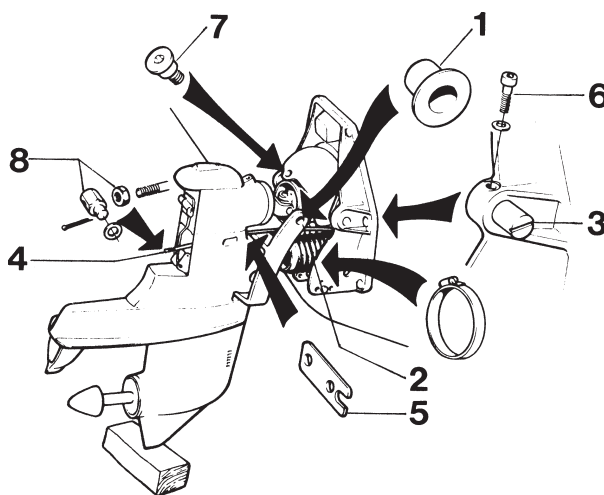
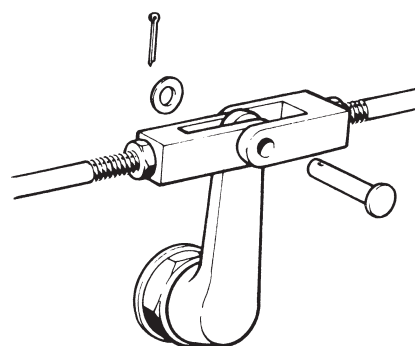

Fig. 54. Montering av utombordsdrev
Fig. 58. Anslutning av manöverkablarna
1. Montera de kombinerade plastbussningarna och slitbrickorna (1) i upphängningsgaffeln (2), se fig. 54. Doppa axeltapparna (3) i molykote eller olja samt tryck in dem en bit i skölden.
9. Fäll ner styrkåpan i styrgaffeln och drag fast den med centrumskruven till övre växelhushet. Se 7 fig. 54. Åtdragningsmoment 70–80 Nm (7–8 kpm).
11. För att få en uppfattning om eventuellt spel i kabeln skall denna först tryckas in och sedan dragas tillbaka i höljet. Tryck sedan tillbaka kabeln så mycket som motsvarar hälften av spelet. Skruva på låsmuttern och tärningen (8) på växelkabeln (4) så långt att tärningen kan monteras i oket utan att klämma i dess lagring då växelkabeln är i detta läge.
12. Anslut manöverkablarna till manöverventilens hävarm, se fig. 58 samt justera vid behov så att växellägena stämmer vid manövrering. Montera kåpan över växelmekanismen.